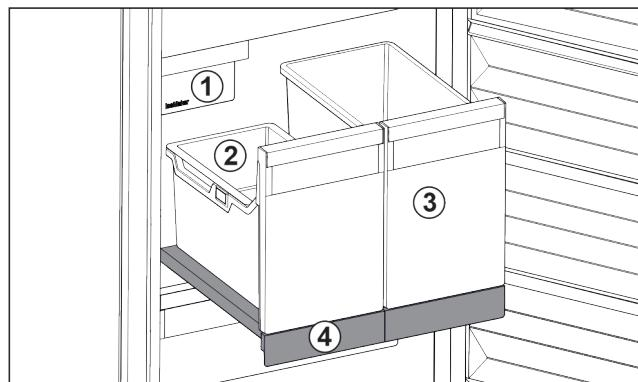

Fig. 17 Изтегляща се дъска с IceTower
- (1) IceMaker
- (2) Окачваща се поставка
- (3) Съд за напр. пица, алкохолни напитки
- (4) Изтегляща се дъска за ледени кубчета
Върху изтеглящата се дъска има два високи съда (IceTower). В съда Fig. 17 (2) се събират и съхраняват ледени кубчета от IceMaker. Съдът Fig. 17 (3) е подходящ за съхранение на високи хранителни продукти като пици или алкохолни напитки.